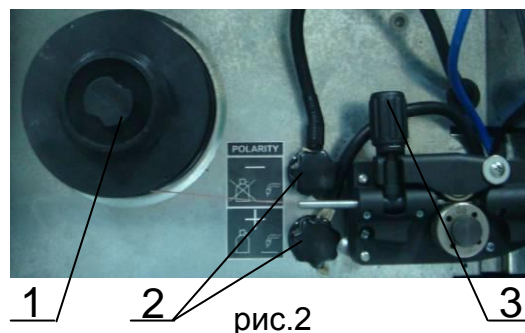

рис.2
1. Установить катушку со сварочной проволокой в подающий механизм (рис. 2 поз. 1)
3. Убедиться в том, что прижимной ролик (рис. 2 поз. 3) зажат не слишком сильно. Чрезмерный прижим приведет к преждевременному износу прижимного ролика.
- *Примечание: при необходимости использования обратной полярности следует поменять местами провода на клеммах (рис. 2, поз. 2).